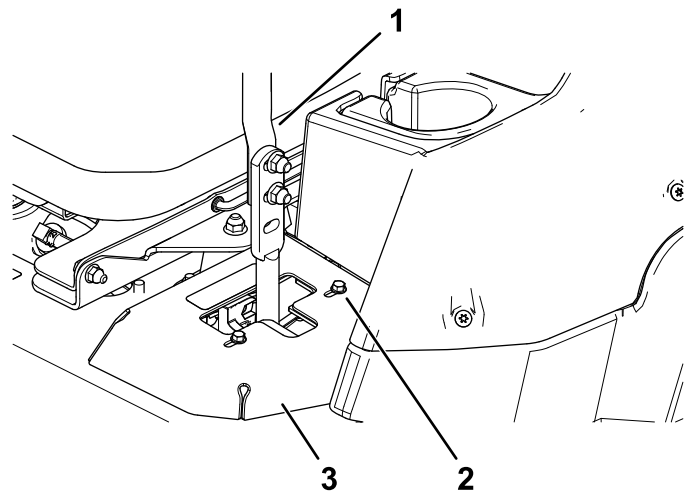

Bild 49
- Wenn die Maschine nach rechts zieht, lösen Sie die Schrauben und versetzen die linke Anschlagplatte am linken T-Schlitz nach hinten, bis die Maschine geradeaus fährt (Bild 49).
- Wenn die Maschine nach links zieht, lösen Sie die Schrauben und versetzen die rechte Anschlagplatte am rechten T-Schlitz nach hinten, bis die Maschine geradeaus fährt (Bild 49).
8. Ziehen Sie die Anschlagplatte fest (Bild 49).